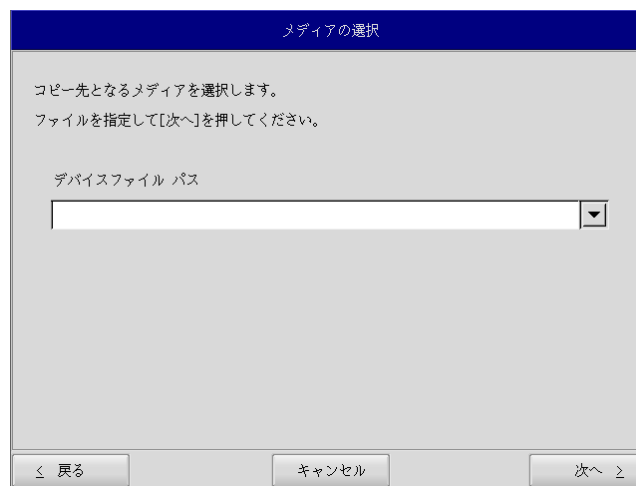

図 5-2-2. メディア選択画面
- ⑥ メディアの選択画面 (図 5-2-2) が表示されます。コピー先となるメディアを選択し、「次へ」ボタンを押します。